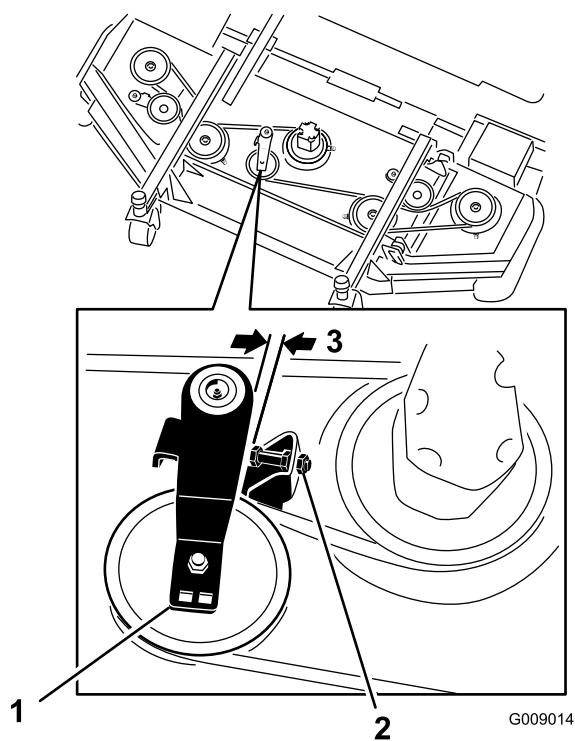

Figura 81
2. En la carcasa delantera, afloje las contratuercas del tornillo de tope de la polea tensora y enrosque el tornillo de tope en el soporte (Figura 81).
3. Usando una llave de carraca u otra herramienta similar, aleje la polea tensora (Figura 81) de la correa de transmisión para aliviar la tensión de la correa y poderla retirar de las poleas de la carcasa.